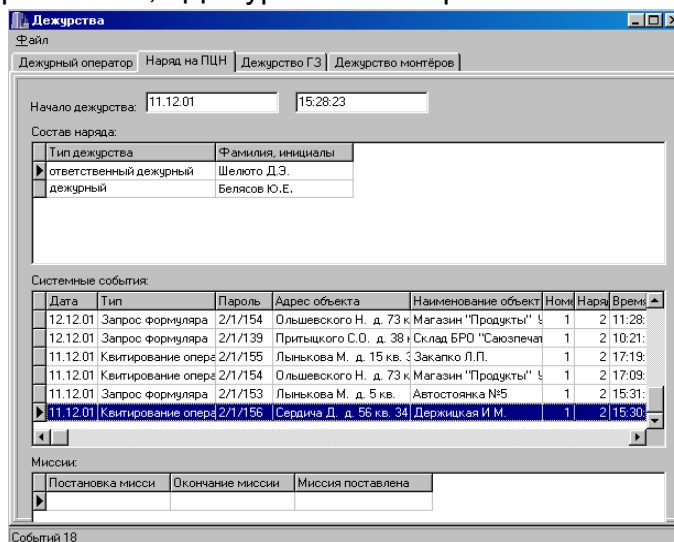

Рисунок 45
3.9.2 Для просмотра и смены нарядов необходимо войти в меню «Файл/Дежурства» (рисунок 45). Здесь представлены четыре закладки: «Дежурный оператор», «Наряды ПЦН», «Дежурство ГЗ», «Дежурство монтеров».